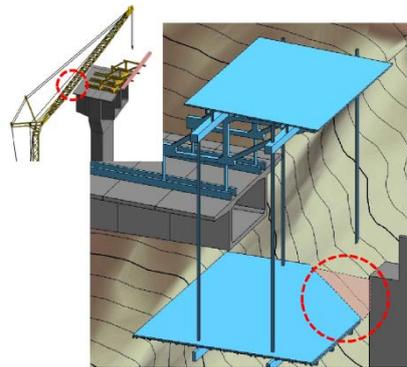

図3 施工段階におけるシミュレーション
- ②施工段階におけるシミュレーション(クレーンを用いた移動作業車の組立・解体時の検討、移動作業車の下段作業台と地山の干渉検討) [図3]
- ①干渉チェック : 2次元図面と異なり、各部材が同一モデル空間に存在するため、モデル化さえ行えば、干渉を瞬時にチェックすることが可能。
- ②施工段階におけるシミュレーション : 3次元モデルでは、正面・側面・平面が連動しているため、相互の取合いを同時に確認することが可能。また、図3(赤点線)に示すように干渉箇所が明確になり、事前に対策を講じることにより、手戻りの防止が図れる。
- ③コンクリート数量自動算出 : 等断面の部材など比較的単純な形状であれば数量算出は容易である。また、リフト高が変更になっても瞬時に数量を算出することが可能である。
- ④工程・コストまで拡張させた試行 : CIMモデルに時間軸を付与し、4次元とすることによって、任意の日付において、施工状況や出来高を確認することが可能。
- ⑤施工管理記録の橋梁モデルへの登録 : 維持管理段階で、施工管理記録や過去の維持管理記録の検索ならびに可視化を伴った閲覧が可能となる。